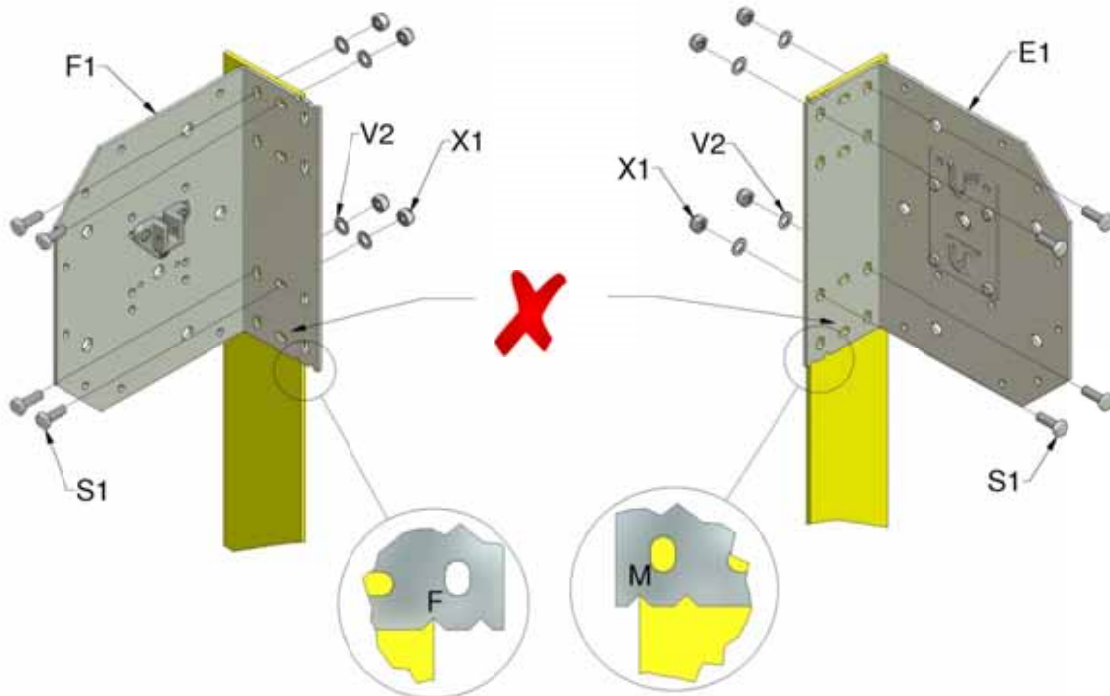

Figure 3b, positionnement du support supérieur
- 2b. En utilisant le patron, fixez le support de ressort (F1) et le support côté entraînement (E1) à la hauteur requise avec des fixations M10 (S1). N'utilisez pas le jeu d'orifices inférieur, les fixations pourraient interférer avec l'action de roulement de votre porte. Ces supports ont été pré-assemblés pour s'adapter à la position du moteur au moment de la commande de votre porte. La porte a été conçue de manière à ce que les dessus des rails de guidage soient fixés directement sous les supports (figure 3b), en s'alignant avec la lettre 'F' pour le support de ressort et avec la lettre 'M' pour le support d'entraînement. Au moment de fixer les supports, il est essentiel qu'ils soient **à niveau, à la verticale et en angle droit par rapport à l'édifice.**